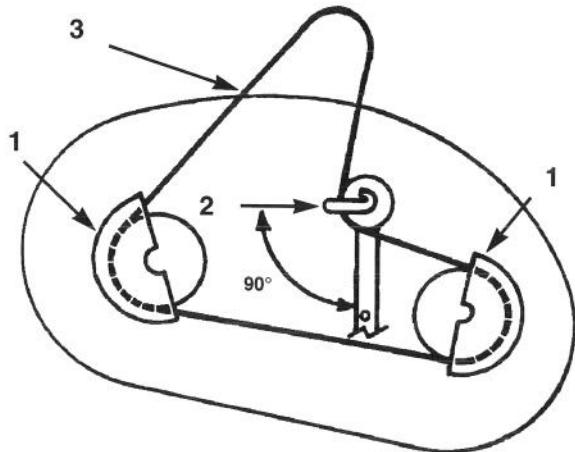

Figure 48
2. Déposer les vis de montage des carters de poulies et déposer les carters des deux poulies de lame (Fig. 48).
3. Desserrer, sans les déposer, le boulon et l'écrou retenant la poulie de renvoi et le guide de la courroie (Fig. 48).
2. Orienter le guide de courroie de la poulie de renvoi vers la gauche, à 90° par rapport au bras de renvoi (Fig. 48). Serrer le boulon de montage le contre-écrou retenant la poulie de renvoi et le guide de courroie.
3. Poser les carters droit et gauche des poulies à l'aide des vis de montage (Fig. 48).